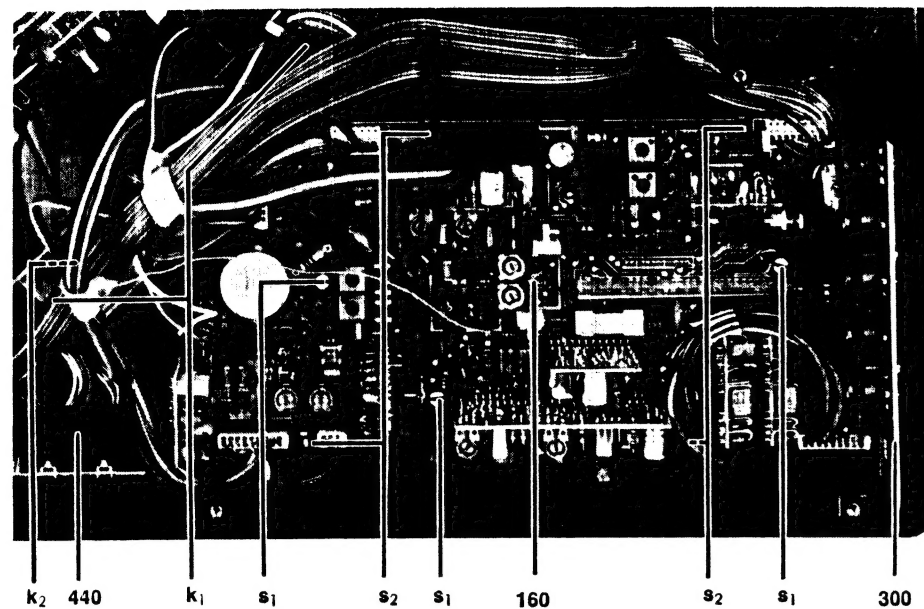

Abb. 10 Chassisplatte
- 21. Chassisplatte 160 und Buchsenbaustein 300 [Abb. 10]**
25. Riemen [Abb. 10]